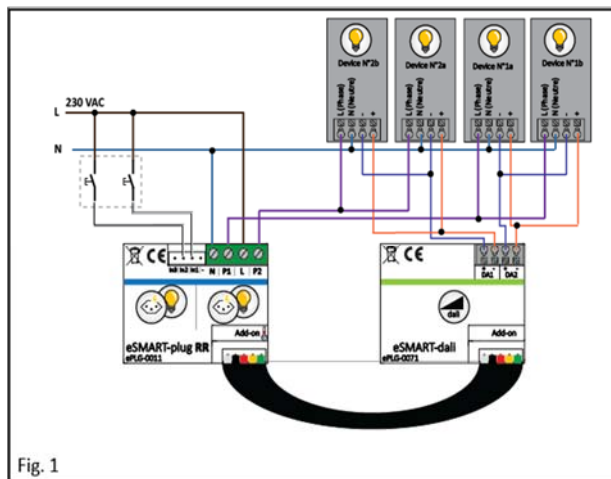

Fig. 1
L'eSMART-DALI est composé de 4 bornes à ressort (4, Fig.1). L'eSMART-plug se raccorde sur le réseau électrique 230 V AC/50 Hz.
- Raccordez l'alimentation 230 V AC (1, Fig.1) sur les bornes P et N. Respectivement, la Phase sur la borne P et le Neutre sur la borne N, comme indiqué sur le schéma.
- Raccordez les driver #1 et/ou #2 (Fig.1) sur les bornes P1 et P2. Respectivement, le driver #1 sur la borne P1 et/ou la driver #2 sur la borne P2, comme indiqué sur le schéma.
- Raccordez les sorties DA1 et/ou DA2 (Fig.1) sur les drivers respectifs, comme indiqué sur le schéma.
- Le cas échéant, connecter le eSMART-plug-RR (Fig.1) sur le connecteur prévu à cet effet.